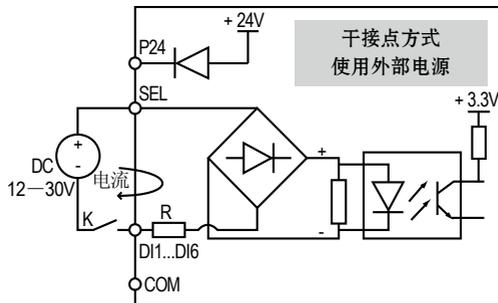

图 4-20 控制板使用外部电源时干接点信号接线示意图
2. 使用外部电源时，接线方式如图 4-20 所示。（注意去除 SEL 与 P24 端子间的短路片）